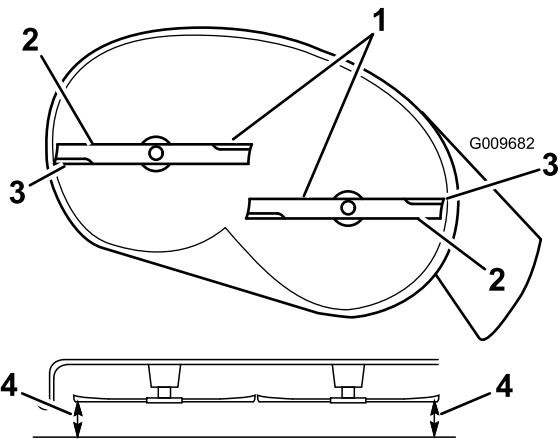

Bild 48
- Drehen Sie die Messer vorsichtig, sodass sie alle seitlich gestellt sind (Bild 48).
- Messen Sie den Abstand zwischen den äußeren Schnittkanten und der ebenen Oberfläche (Bild 48). Wenn beide Messwerte nicht innerhalb von 5 mm liegen, ist eine Einstellung erforderlich. Machen Sie mit diesen Schritten weiter.